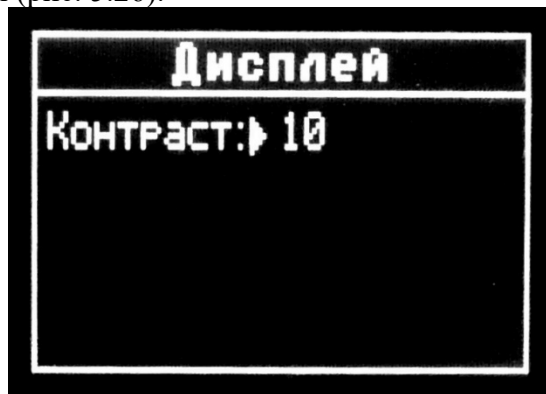

Рисунок 5.26
5.3.16 Настройка дисплея (рис. 5.26).